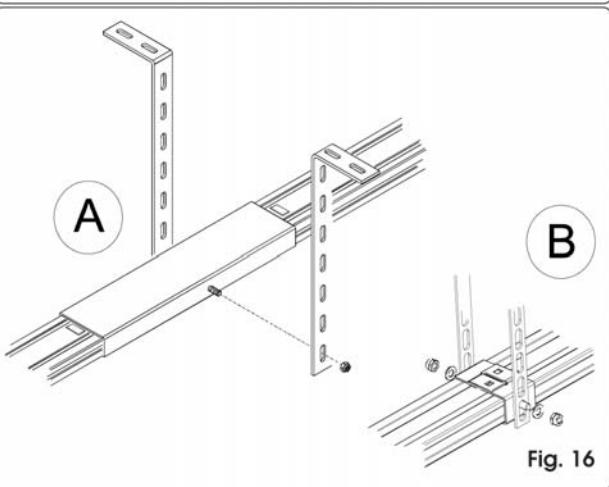

Fig. 16
- 13) En cas d'utilisation d'un rail en deux parties avec élément de liaison central (fig. 16 réf. A) ou du support central pour le rail en une seule pièce (fig. 16 réf. B - en option), fixer au plafond en utilisant les pattes de fixation et en procédant comme décrit aux points 9, 10 et 12 (fig. 16).